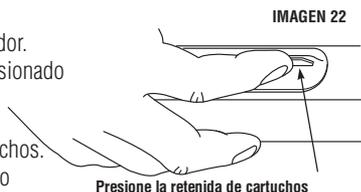

IMAGEN 22
11. Llegue hasta el fondo del cajón del mecanismo. Mantenga presionado la retenida de cartuchos. Véase la Imagen 22.
12. Llegue hasta el fondo del cajón del mecanismos. Mantenga presionado la retenida de cartuchos. Véase la Imagen 22.